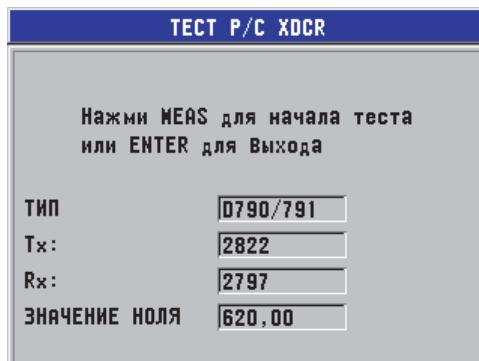

Рис. 12-3 Экран ТЕСТ Р/С XDCR
7. При выборе **ТЕСТ Р/С XDCR**, в окне **ТЕСТ Р/С XDCR** (см. Рис. 12-3 на стр. 223):